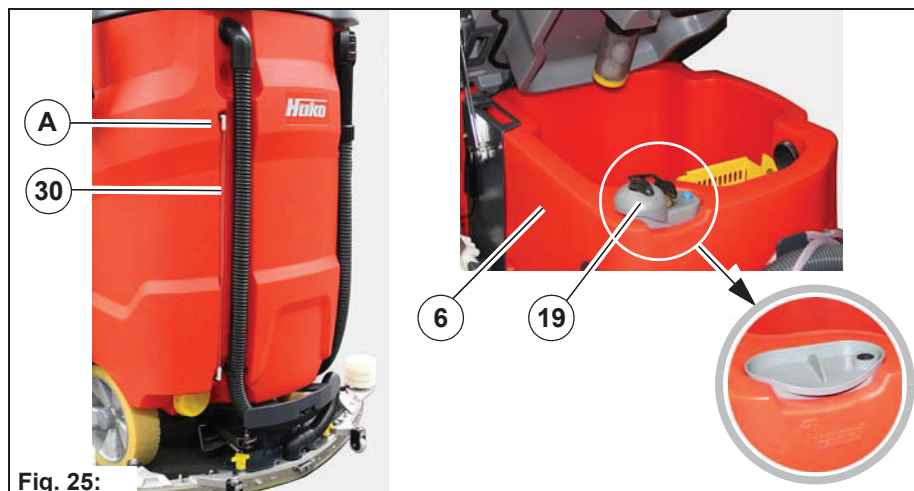

Fig. 25:
4. Remplir le réservoir d'eau fraîche jusqu'au repère maximum (1/1) **Fig. 25-A** (température maximale de l'eau 50 °C).